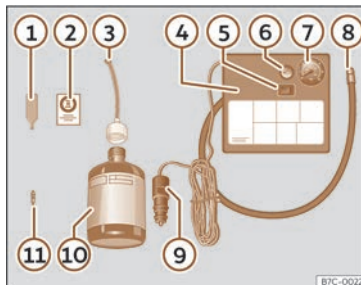

Fig. 246 Representación estándar: contenido del kit antipinchazos.
El kit antipinchazos se encuentra en el compartimento del maletero bajo el revestimiento del suelo. Incluye los siguientes componentes >>> **fig. 246:**
- Desenrosque la caperuza y el obús de la válvula del neumático. Utilice el aparato >>> **fig. 246 ①** para extraer el obús. Colóquelo en una superficie limpia.
- Agite con fuerza la botella de sellante de neumáticos >>> **fig. 246 ⑩**.
- Enrosque el tubo de inflado >>> **fig. 246 ③** en la botella de sellante. El precinto de la botella se romperá automáticamente.
- Retire el tapón del tubo de llenado >>> **fig. 246 ③** y enrosque el extremo abierto del tubo en la válvula del neumático.
- Vuelva a colocar el obús con el aparato >>> **fig. 246 ①** en la válvula del neumático.
- Enrosque el tubo de inflado del neumático del compresor >>> **fig. 246 ⑧** en la válvula del neumático.
- Compruebe que el tornillo de evacuación de aire está cerrado >>> **fig. 246 ⑥**.
- Acople el conector >>> **fig. 246 ⑨** a toma de corriente de 12 voltios del vehículo >>> **pág. 278**.
- Conecte el compresor de aire con conmutador ON/OFF >>> **fig. 246 ⑤**.
- Pegue el adhesivo >>> **fig. 246 ②** en el cuadro de instrumentos, dentro del campo visual del conductor.
Vuelva a enroscar el tubo de inflado >>> **fig. 246 ⑧** y compruebe la presión en el manómetro **⑦**.